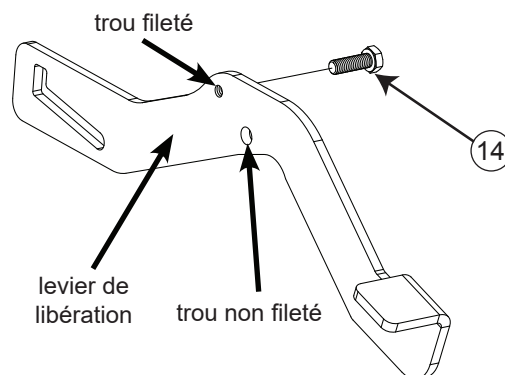

Fig. 11
11. Localisez le levier de libération et la vis à tête hexagonale M8 x 30 et vissez à fond la vis dans le trou fileté du levier de libération (voir fig. 11).